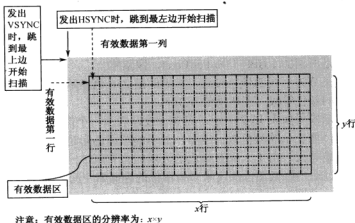

图 13-2 显示器显示原理解图
此外, 在显示器显示图像时, 会在显示器的边缘部分看到黑色的边框, 如图 13-2 所示, 图中四周存在黑色的边框, 具体原因如下:
显示分辨率又称屏幕分辨率，是指显示器屏幕上显示的有效像素点的数目，如图 13-2 所示。
(1) VSYNC 信号有效时,表示开始显示一帧数据。
(2) VSPW 表示 VSYNC 信号的脉冲宽度为 (VSPW+1) 个 HSYNC 信号周期,即这 (VSPW+1) 行数据是无效的。
(3) VSYNC 信号脉冲之后,要经过 (VBPD+1) 个 HSYNC 信号周期,开始传输有效数据,所以在 VSYNC 信号有效之后,总共还要经过 (VSPW+1+VBPD+1) 个无效行,第一个有效行才出现,它对应图 13-2 上方的黑色边框。
(4) 随后发送 LINEVAL+1 行有效数据。
(5) 最后是 (VFPD+1) 个无效行,它对应图 13-2 下方的黑色边框,完整的一帧结束,紧接着就是下一帧数据的开始(下一个 VSYNC 信号)。
(1) HSYNC 信号有效表示开始显示一行数据。
(2) HSPW 表示 HSYNC 信号的脉宽为 (HSPW+1) 个 VCLK 信号周期，即 (HSPW+1) 个像素，这 (HSPW+1) 个像素是无效的。
(3) HSYNC 信号脉冲之后，要经过 (HBPD+1) 个 VCLK 信号周期，有效数据才会出现，所以在 HSYNC 信号有效之后，总共还要经过 (HSPW+1+HBPD+1) 个无效像素，第一个有效像素才出现，它对应左边的黑色边框。
(4) 发送 HOZVAL+1 个像素的有效数据。
(5) (HFPD+1) 个无效像素，它对应图 13-2 右边的黑色边框，完整的一行结束，紧接着就是下一行数据的开始（下一个 HSYNC 信号）。